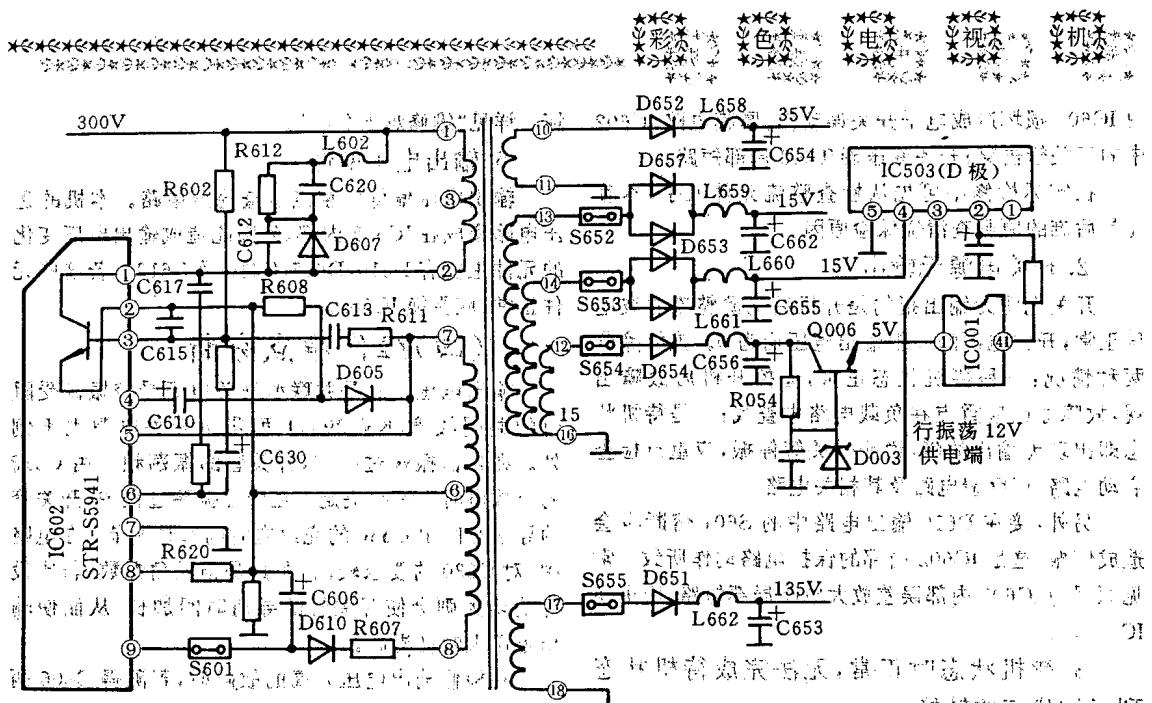

图 12-2 KV-2900T 型彩电开关电源的原理框图
为了简化电路, 提高开关电源的稳定性和可靠性, KV-2900T 型彩电的开关电源采用高集成度大功率厚膜电路, 将开关管、取样放大电路、脉宽调制电路全部集成在厚膜电路 IC602 内部。应用电路如图 12-2 所示。
从图 12-2 可以看出, 该机的开关电源共有 5 组输出电压。D651 整流输出的 135V 电压给行输出电路供电, D653 整流输出的 15V 电压经 IC503 稳压成 12V 后从③脚输出给行振荡电路供电。遥控关机时, 微处理器 IC001 的④脚呈 5V 高电位, 该电压送至 IC503 的②脚, 破坏了 IC503 的工作条件, 使③脚输出的 12V 电压变为 0, 从而使行扫描电路停止工作。